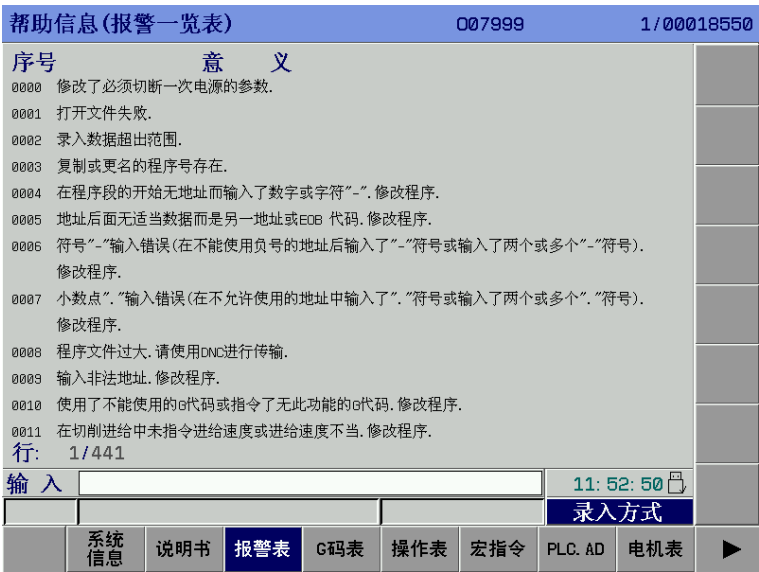

图3-9-4
3、报警表 在<帮助>界面按【报警表】软键进入帮助信息（报警一览表）界面，见图 3-9-4。